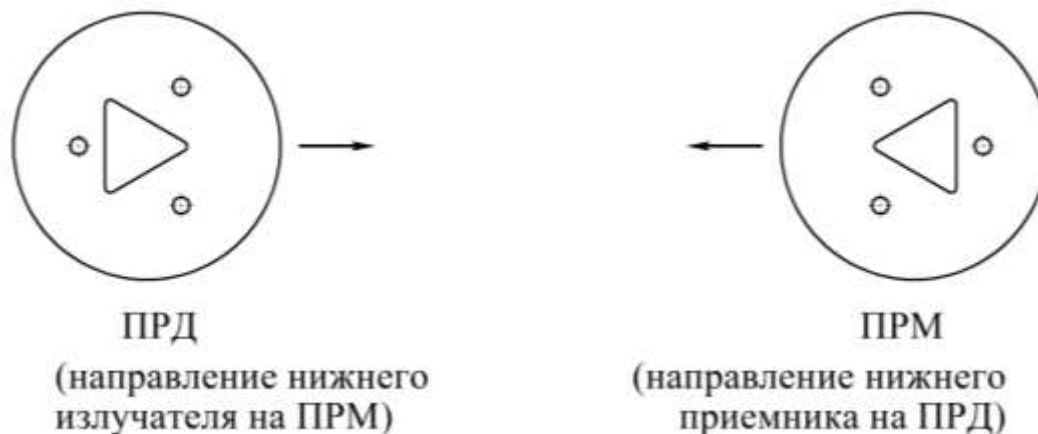

Рисунок 8.1
6.1.7 Установка анкеров 13 показана на рисунке 6.2. Анкера устанавливаются в бетон. При установке анкеров необходимо учесть ориентацию нижних излучателей и приемников излучения блоков извещателя (см. рисунок 8.1). В качестве шаблона для разметки отверстий под анкера используется нижний кронштейн 11.
8.2.1 Произведите разметку периметра под места установки ПРМ, ПРД, а также прокладку линий питания и линий связи. При разметке необходимо учитывать ориентацию блоков в соответствии с направлением нижнего приемника (передатчика) (см. рисунок 8.1).